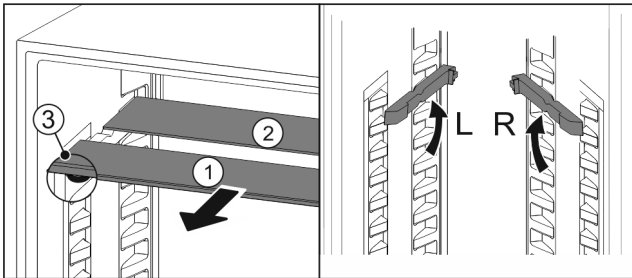

Fig. 54
- ▶ Sortir les tablettes par l'avant Fig. 54 (1).
- ▷ La tablette en verre Fig. 54 (1) avec bordure décorative est située à l'avant.
- ▷ Les butées Fig. 54 (3) sont orientées vers le bas.